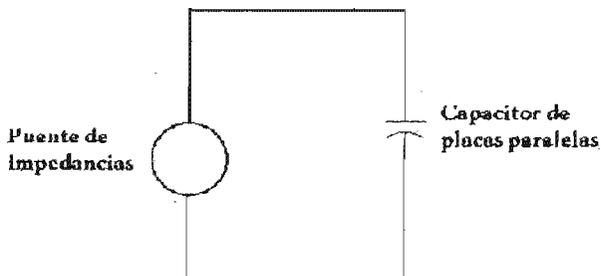

Figura 3.12
- a) El instructor medirá la capacitancia del capacitor de placas paralelas, separadas 1 mm, como se indica en la figura 3.12.
- c) Haciendo referencia a la figura 3.12, colocar entre las placas; plástico, cartón y madera (una a la vez); midiendo la capacitancia en cada caso, primero con dieléctrico y luego sin él, conservando la distancia al sacar el dieléctrico, concentre sus mediciones en la tabla 3.5.